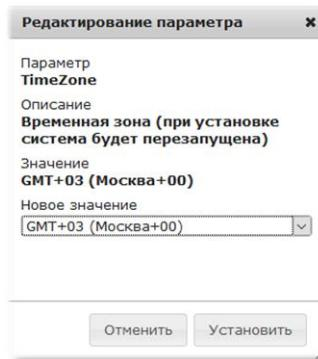

Рисунок 26 – Вид окна «Редактирование параметра TimeZone»
- 2) в отобразившемся окне «Редактирование параметра» (см. Рисунок 26) выбрать необходимый часовой пояс и нажать кнопку «Установить»;